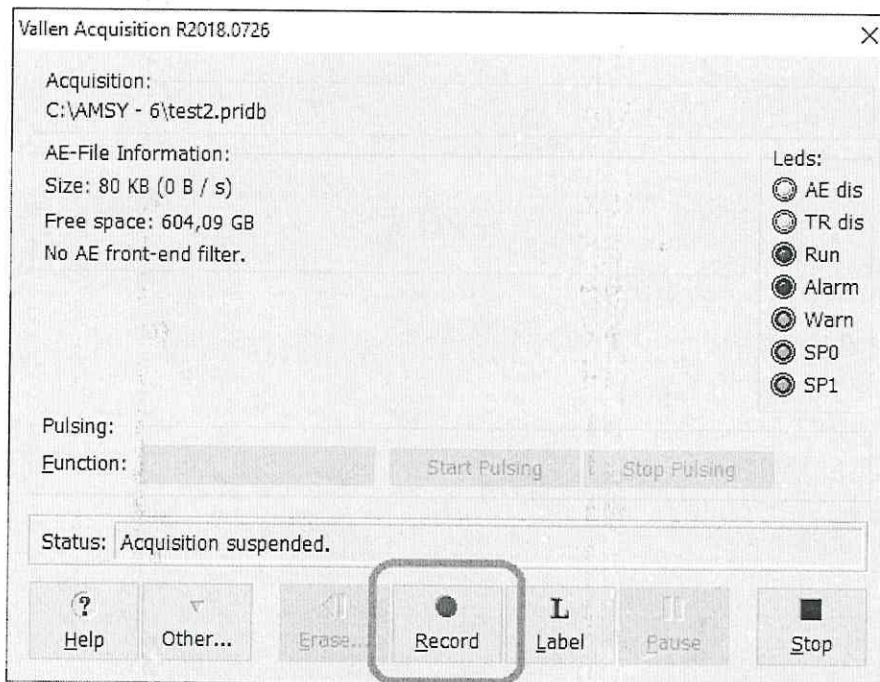

Рисунок 3 – Панель запуска.
8.3.4 В окне «Acquisition Setup» выбрать меню «Step 4:». В открывшемся окне (рисунок 3) нажать клавишу «Record».
8.3.8 Запустить систему командой меню «Record» (Рисунок 3).
8.4.1.7 В окне «Acquisition Setup» выбрать меню «Step 4:». В открывшемся окне (рисунок 3) нажать клавишу «Record».
8.4.1.10 Запустить систему командой меню «Record» (Рисунок 3).
8.4.1.15 Запустить систему командой меню «Record» (Рисунок 3).
8.4.2.3 В окне «Acquisition Setup» выбрать меню «Step 4:». В открывшемся окне (рисунок 3) нажать клавишу «Record».
8.4.2.6 Запустить систему командой меню «Record» (Рисунок 3).